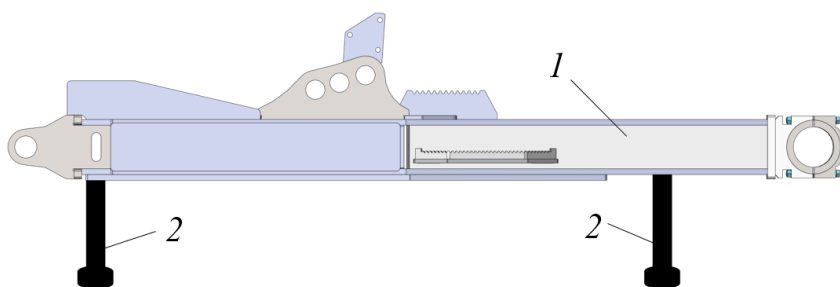

Рисунок 3.121. Установка брусьев на подпорки
- Используя грузоподъемное оборудование установить толкающие брусья поз. 1 на подпорки поз. 2, см. рис. 3.121.